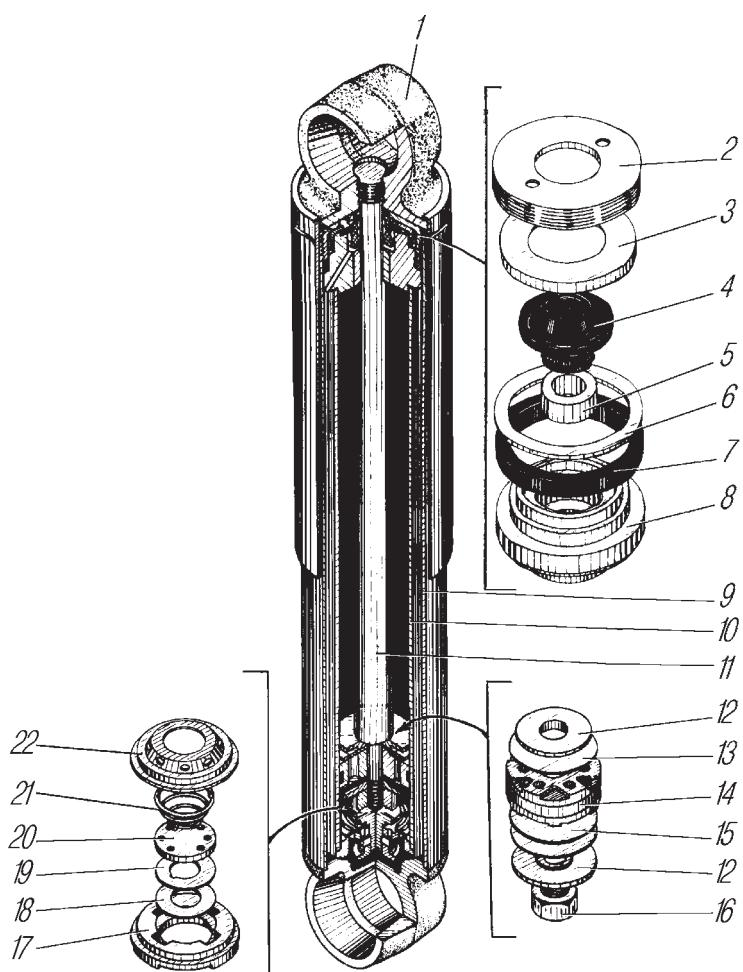

Рис. 46. Амортизатор:
**Гидравлические амортизаторы** (рис. 46) предназначены для гашения колебаний, возникающих в результате упругих деформаций элементов подвески автомобиля при движении по неровной дороге. Принцип действия гидравлических амортизаторов заключается в следующем. При относительных перемещениях подрессоренных и неподрессоренных частей автомобиля имеющаяся в амортизаторе жидкость, перетекая из одной его полости в другую через небольшие отверстия, оказывает сопротивление вертикальному перемещению штока и гасит колебания автомобиля.
При появлении течи рабочей жидкости из амортизатора подтяните гайку 2 (см.рис. 46). При растяжении и сжатии амортизатор должен оказывать равномерное сопротивление. Усилие при ходе отбоя должно быть в пределах 5,9-8,0 кН (595-805 кгс), а при ходе сжатия — 1,5-2,2 кН (152-228 кгс); усилие проверяется на прессе с ходом штока 100 мм и частотой 100 колебаний в минуту. Свободное перемещение штока амортизатора указывает на его неисправность.